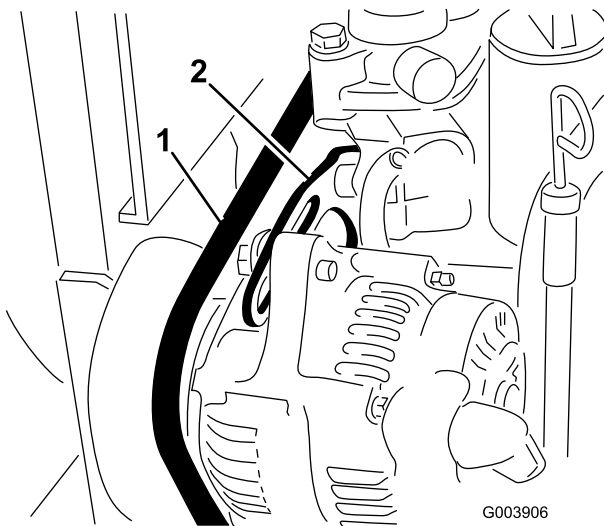

Figura 69
2. Verifique a tensão da correia do alternador, premindo-a (Figura 69) até metade entre as polias do alternador e do cárter com uma força de 10 kg.
3. Desaperte a porca que fixa a abraçadeira ao motor (Figura 69) e a porca que fixa o alternador à abraçadeira.